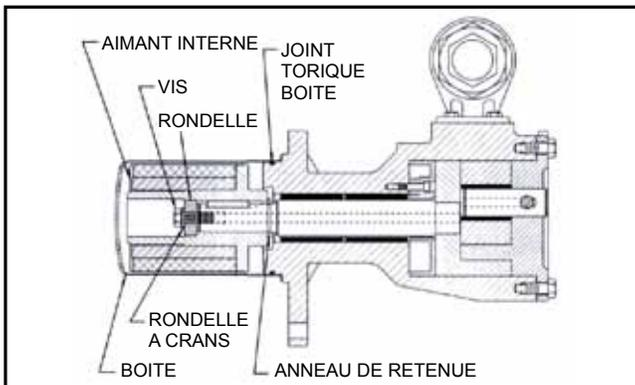

FIGURE 37
1. Vérifiez qu'aucun objet métallique ne soit attaché aux aimants. Retirez les corps étrangers. Placez l'anneau de retenue externe et la clé sur l'arbre. Glissez l'aimant interne sur l'arbre pour qu'il bute contre l'anneau de retenue. Installez la rondelle, la rondelle à crans et la vis pour fixer l'aimant. (Voir Figure 37) Insérez une barre de cuivre entre les dents du rotor par un orifice et serrez la vis.